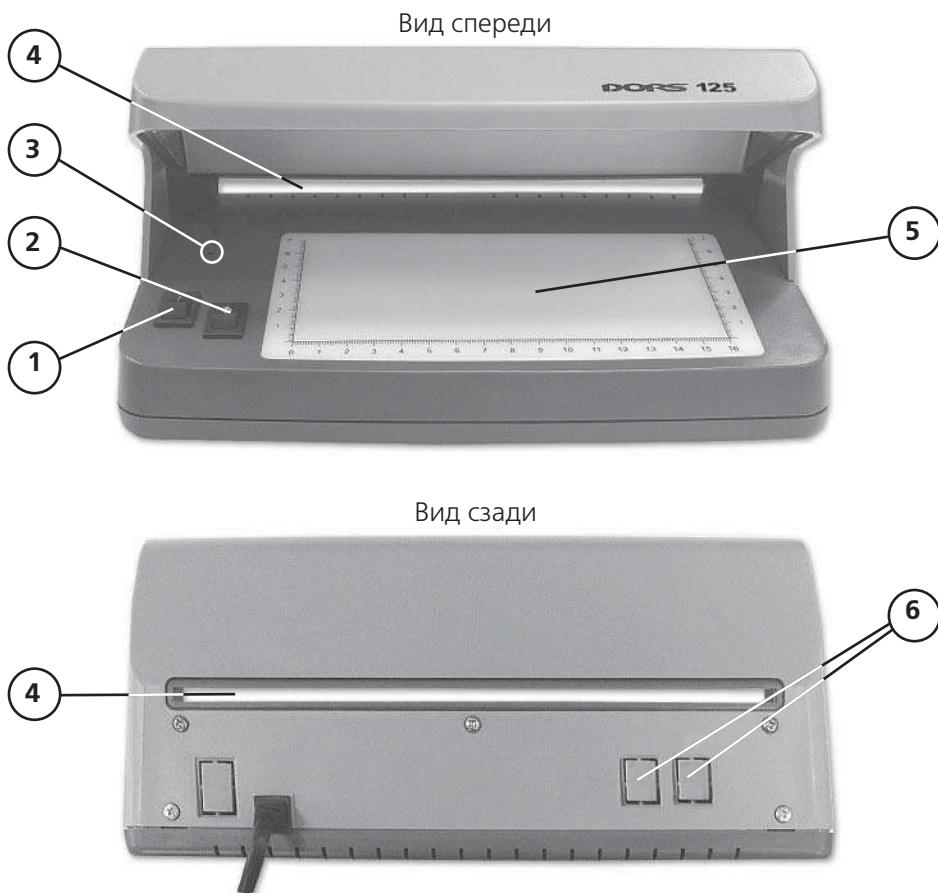
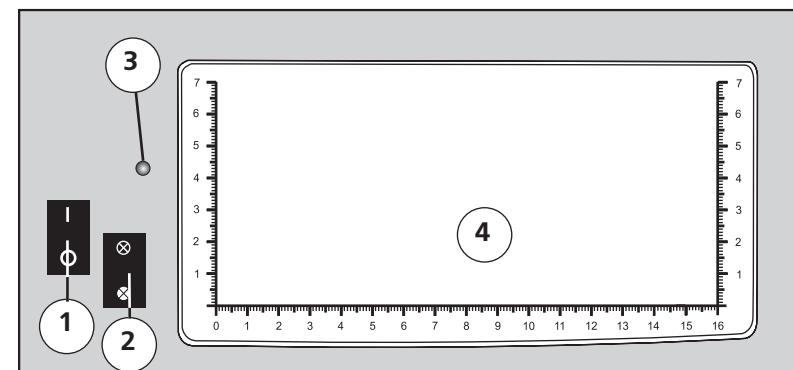

Рис. 1
Рис. 2.
1. Подключите прибор к сети (220 В, 50 Гц). При этом начнёт светиться индикатор подключения к электрической сети (рис. 1, поз. 3). Включите прибор нажатием клавиши выключателя «Сеть» на передней панели (рис. 1, поз. 1) – просмотровая зона (рис. 2, поз. 4) осветится синим или белым светом, в зависимости от положения переключателя "УФ/белый свет".
- (рис. 2, поз. 4).
3. С помощью переключателя "УФ/белый свет" на передней панели прибора (рис. 2, поз. 2) выберите необходимый режим работы: